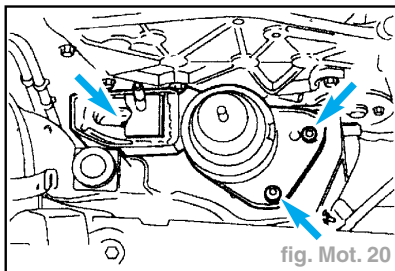

fig. Mot. 20
- Déposer le support moteur avant (fig. Mot. 20).